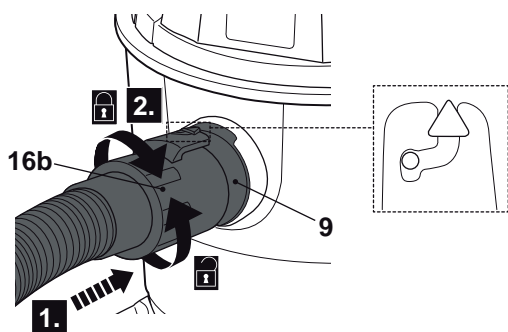

Fig. 12
- > Alinee la flecha que hay en el conector del tubo (16b) con la lengüeta de la apertura exterior de la entrada de aire (9) y deslice el conector del tubo en la apertura exterior de la entrada de aire (Fig. 12, paso 1).
- > Gire el conector del tubo (16b) en el sentido de las agujas del reloj y compruebe que la conexión esté bien fijada (Fig. 12, paso 2).